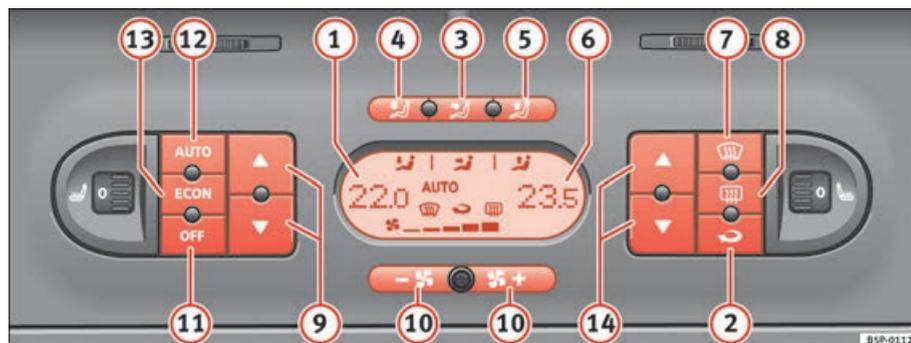

Fig. 132 Sur le tableau de bord : éléments de commande du Climatronic 2 zones
- Appuyer sur les touches de régulation de la température ⇒ page 166, fig. 132 9 ou 14 pour régler la température du côté gauche et droit respectivement.
- Appuyez sur la touche  ⇒ page 166, fig. 132. Le mot « AUTO » apparaît sur l'affichage.